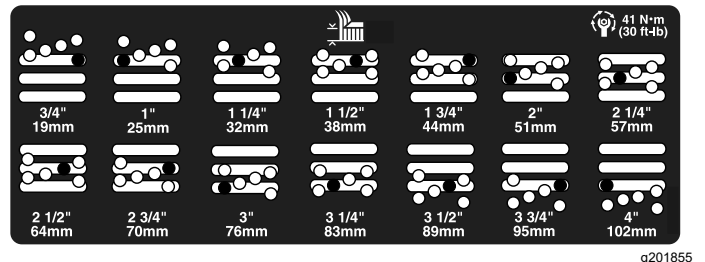

Figura 26
5. Mueva la cámara a la altura deseada e instale el espaciador en el taladro y la ranura de altura de corte deseados (Figura 26).